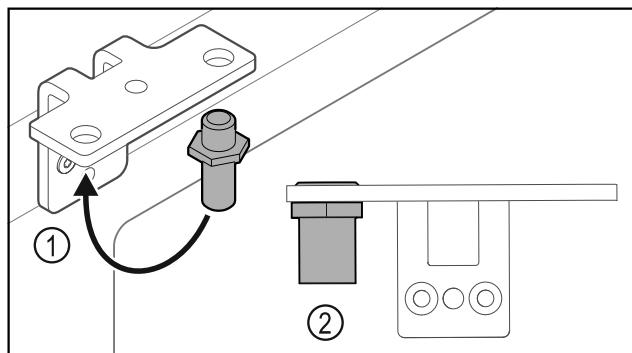

Fig. 26
- ▶ Mettre l'axe Fig. 26 (1) dans l'autre trou de l'équerre de charnière.
- ▶ Serrer l'axe Fig. 26 (2) au **couple de 12 Nm**.